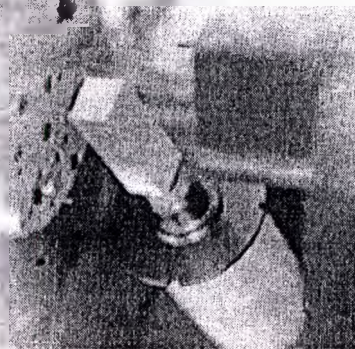

Рис. 11
3) Заготовка устанавливается в держателе фрезерной машины (рис. 11)